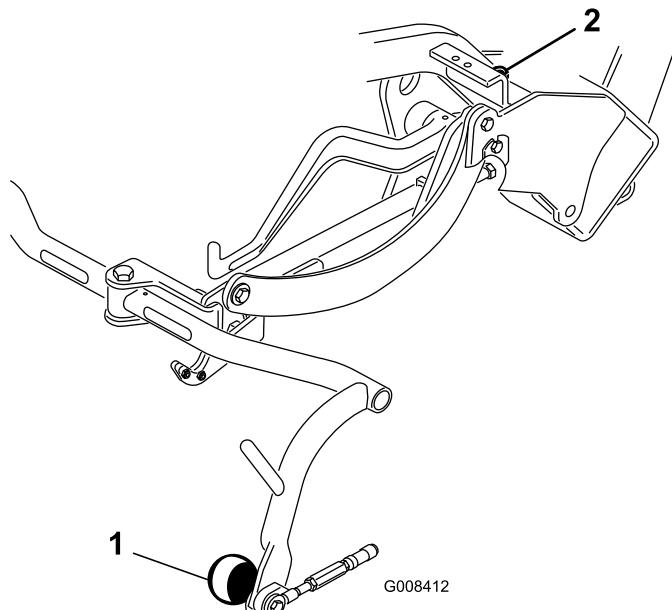

図 10
3. 調整が必要な場合には、キャリア・フレームのストップねじ（図 10）についているジャムナットをゆるめ、ストップねじの高さを変えてキャリア・フレームの高さを調整する。調整ができたらジャムナットを締めて調整を固定する。